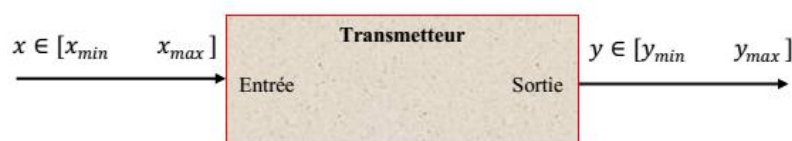

Figure 3. Entrée-sortie d'un transmetteur.
- c. Utilisent la **Figure 3**; donner la formule de la relation entre l'entrée et la sortie ? (1 Pts)